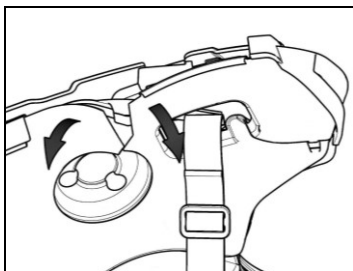

Fig. 11
- Lyft upp kuddens beklädnad i plast (Fig. 11).